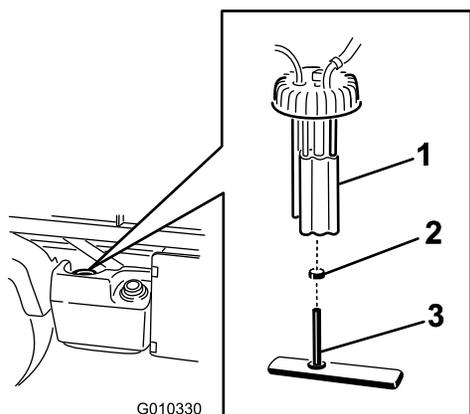

Рисунок 39
2. Отсоедините разъемы жгута проводов от топливного насоса (Рисунок 39).
3. Ослабьте зажим шланга и отсоедините топливный трубопровод от крышки топливного насоса (Рисунок 39).
4. Снимите крышку топливного насоса с верхней части топливного бака (Рисунок 39).
5. Извлеките из топливного бака узел топливного насоса и топливный фильтр (Рисунок 39).
7. Отсоедините шланг от штуцера (Рисунок 39).